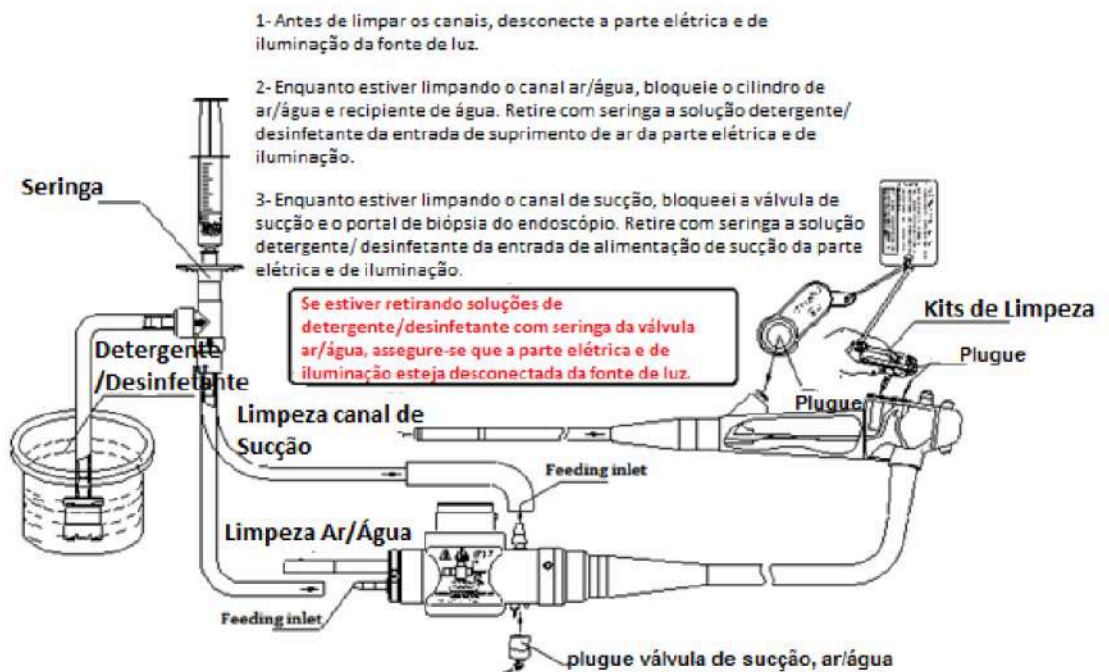

Figura 19. Mecanismo de sucção e injeção de fluidos para os canais internos do endoscópio
- 9) Depois que os acessórios de vedação das válvulas estiverem conectados, coloque o filtro da mangueira do tubo dentro do tanque ainda com o detergente e depois manualmente e repetidamente use a seringa para sugar e injetar o detergente dentro dos canais do endoscópio (veja Figura 19)